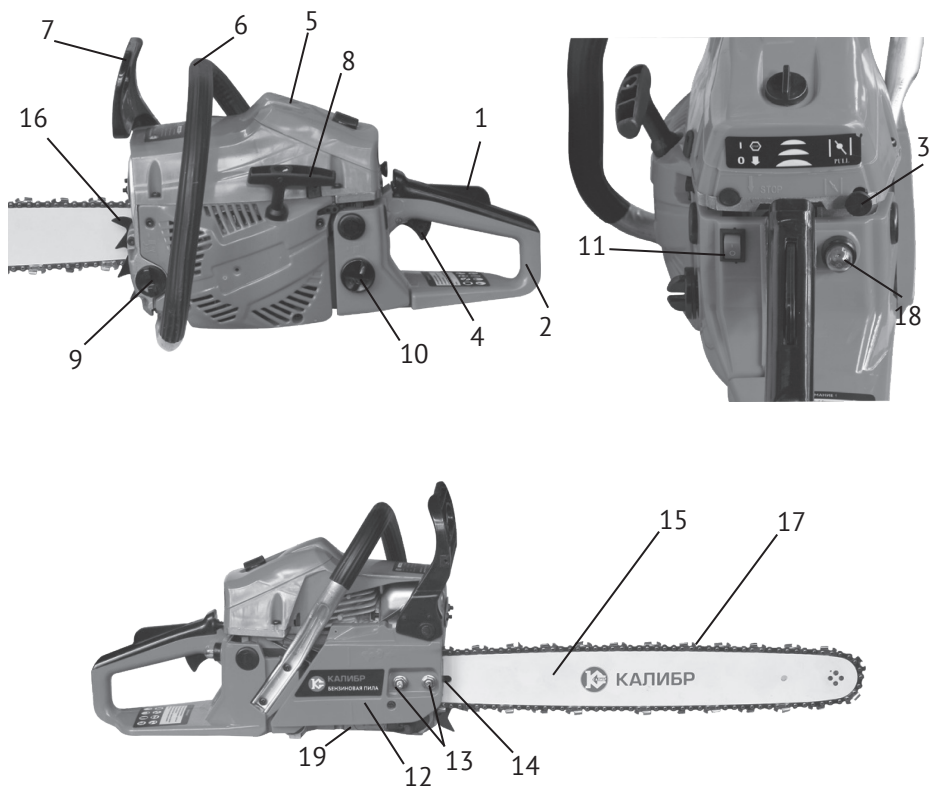

рис.1
Бензопила – инструмент, использующий в качестве привода одноцилиндровый двухтактный бензиновый двигатель внутреннего сгорания. Рабочим органом пилы является пильный аппарат, состоящий из бесконечной (замкнутой) пильной цепи (рис.1 поз.17), бегущей по шине (рис.1 поз.15).
Двигатель работает на топливе из смеси неэтилированного бензина с октановым числом не менее 92 и специального масла для 2-тактных двигателей. Он оснащён мембранным карбюратором и электронной системой зажигания. Для запуска двигателя служит ручной стартёр (рис.1 поз.11) и ручной насос (праймер, рис.1 поз.18) для предварительной подкачки топлива в карбюратор.
Ведущая звёздочка приводится в движение автоматической муфтой сцепления. На холостых оборотах зацепление не происходит, и пильная цепь не движется. Увеличиваем обороты двигателя до рабочих нажатием на рычаг управления дросселем (рис.1 поз.4). При этом колодки муфты сцепления расходятся и входят в зацепление с барабаном. Вращение начинает передаваться на приводную звёздочку пильной цепи. После отключения рычага управления дросселем, обороты двигателя снижаются до холостого хода (около 4000 об/мин), цепь автоматически останавливается. Остановка цепи также осуществляется механическим тормозом двойного действия: вручную, нажав левой рукой на щиток тормоза (рис.1 поз.7) от себя, или при срабатывании автоматического инерционного привода (при отскоке, защемлении цепи).
Две рукоятки пилы – передняя (рис.1 поз.6) и задняя (рис.1 поз.2) оснащены устройством виброгашения.
## 2.4 Общий вид бензопилы представлен на рис.1
### 2.5.1 Установка зубчатого упора (рис.1 поз.16)
Перед монтажом зубчатого упора убедитесь, что переключатель зажигания (рис.1 поз.11) находится в положении «0» - выключено.
- открутите с помощью комбинированного ключа гайки (рис.1 поз.13) крепления шины и снимите тормоз цепи в сборе;
- Ослабьте с помощью комбинированного ключа с снимите с пилы гайки (рис.1 поз.13)
- При снятом тормозе цепи, установите шину (рис.1 поз.15) на крепёжные шпильки в крайнее заднее положение.
- Пильную цепь (рис.1 поз.17) наденьте на ведущую звёздочку, расположенную за барабаном сцепления. Уложите верхнюю часть цепи в паз шины, пропустите цепь между зубцами ведомой звёздочки на переднем конце шины. Потяните шину вперёд так, чтобы нижняя часть цепи «села» в паз шины. Проверьте, чтобы направление зуба цепи совпадало с направлением, указанным на корпусе. Убедитесь, что тормоз цепи находится в выключенном положении.
- Удерживая шину с цепью, установите тормоз цепи на крепёжные шпильки, так чтобы сухарь винта натяжителя цепи (рис.1 поз.14) попал в регулировочное отверстие хвостовика шины.
- Затяните гайками (рис.1 поз.13) шину и тормоз цепи вручную.
**Внимание!** Перед регулировкой натяжения цепи убедитесь, что гайки крепления шины (рис.1 поз.13) немного ослаблены.
Регулировка натяжения цепи производится винтом (рис.1 поз.14) при ослабленных гайках крепления шины:
- отверните пробку маслобака (рис.1 поз.9);
Расход масла для смазки цепи регулируется винтом (рис.1 поз.19). При повороте винта по часовой стрелке расход масла уменьшается, при повороте против часовой стрелки – увеличивается (символы MAX и MIN на корпусе).
- установите переключатель зажигания (рис.1 поз.11) в положение «I» - включено;
- несколько раз медленно нажмите на колпачок праймера (рис.1 поз.18) для подкачки топлива, пока смесь не заполнит резиновый колпачок кнопки;
- вытяните до упора кнопку воздушной заслонки (рис.1 поз.3) из корпуса бензопилы;
- нажмите последовательно рычаг безопасности (рис.1 поз.1) и рычаг управления дросселем (рис.1 поз.4);
- правой рукой за рукоятку стартера (рис.1 поз.8) сделайте несколько коротких рывков шнура стартера до первых признаков запуска двигателя (схватывание);
- при необходимости, несколько раз медленно нажмите на колпачок праймера (рис.1 поз.18) для подкачки топлива, пока смесь не заполнит резиновый колпачок кнопки;
- вытяните до упора кнопку воздушной заслонки (рис.1 поз.3) из корпуса бензопилы, затем задвиньте полностью обратно (заслонка заняла пусковое положение);
- вывернуть свечу зажигания, которая находится под крышкой (рис.1 поз.5) воздушного фильтра;